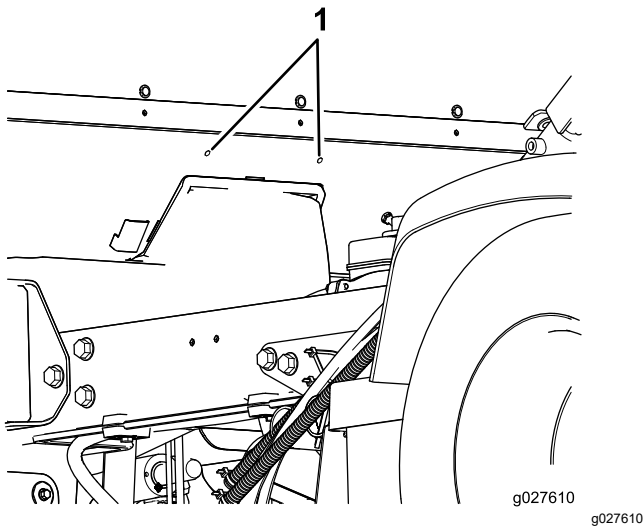

Figure 16
3. Localisez les 2 trous de 6,3 mm au centre du panneau arrière de la cabine (Figure 16).